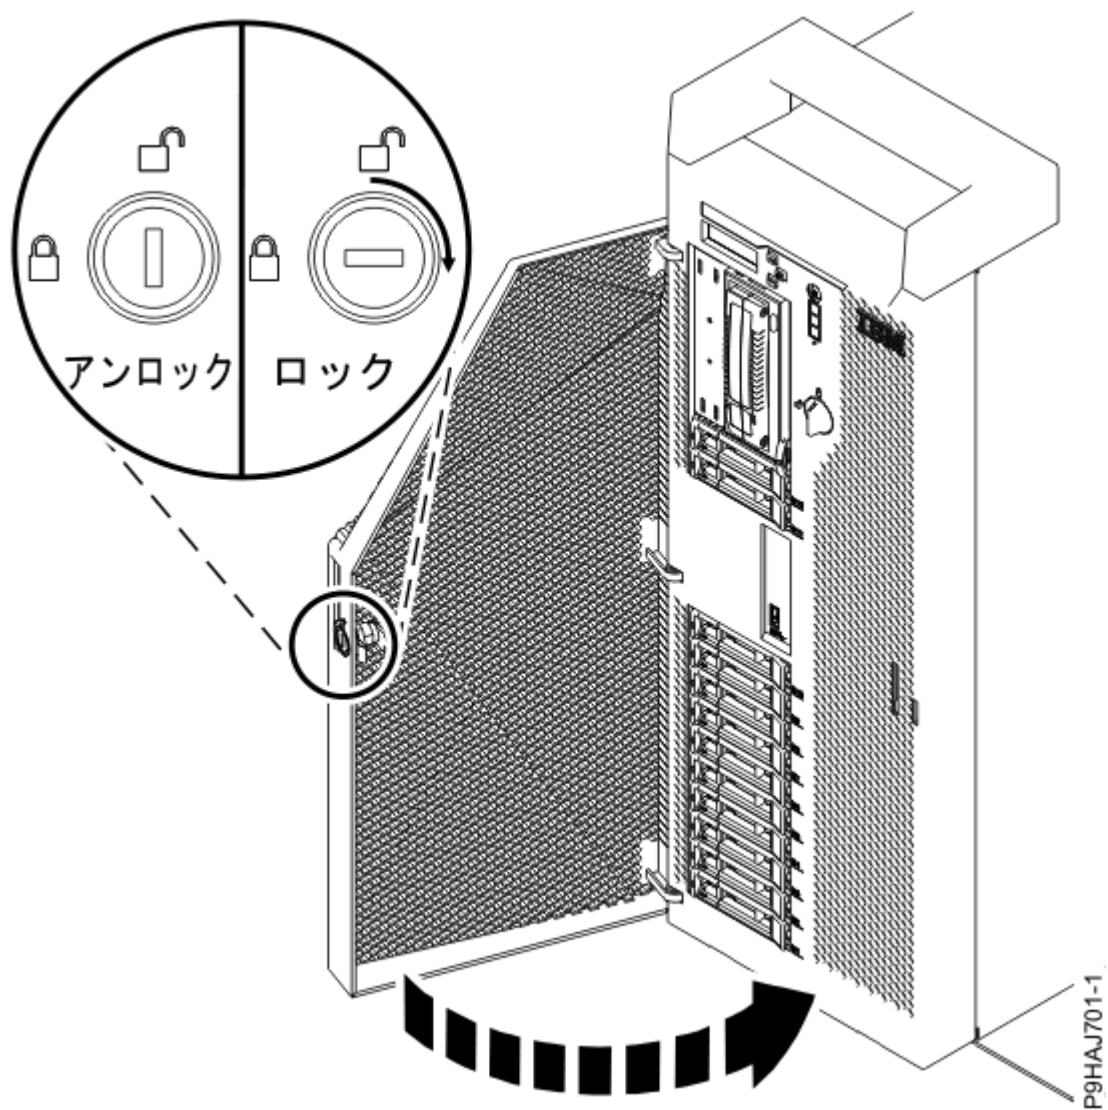

図 15. 前面ドアのロックング
- e) 前面ドアを閉じます。前面ドアの鍵をロックに差し込みます (18 ページの図 15 を参照)。鍵を右 (時計回り) にひねって、ドアをロックします。水平方向がロック状態で、垂直方向がアンロック状態です。